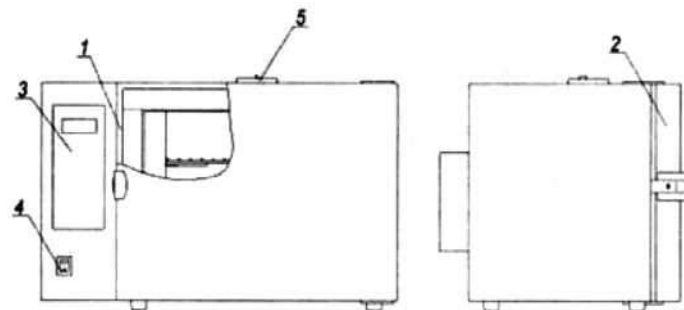
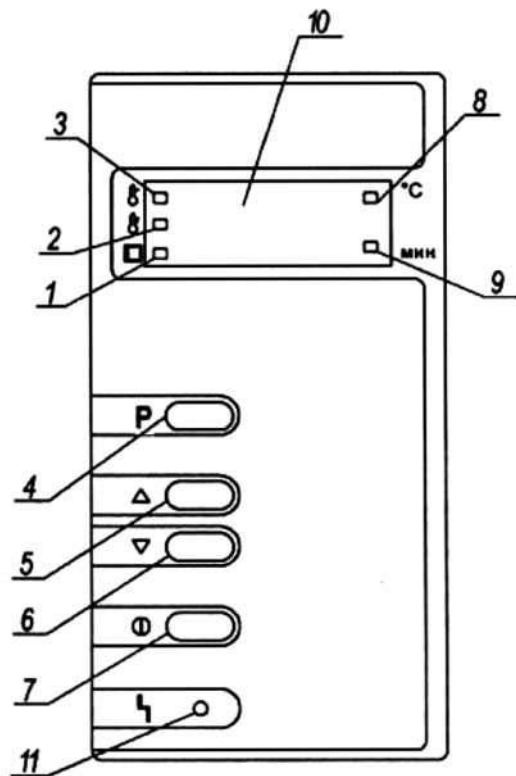

Рисунок 1 - Стерилизаторы ГП МО. Общий вид
Рисунок 2 - Расположение органов управления стерилизатором на блоке управления
1.4.1 Общий вид стерилизатора представлен на рис. 1 и 2.
Установить выключатель (поз.4, рис. 1) в положение "I". На блоке управления загорится индикатор (поз.8, рис. 2), информационное табло (поз.10, рис.2) показывает текущую температуру в стерилизационной камере.
Для выбора программы стерилизации нажать на кнопку "P" (поз.4, рис.2) и выбрать нужную программу путем нажатия на одну из кнопок "Δ", "∇" (поз.5, 6, рис.2).
Для запуска выбранной программы кратковременно (не более 2 сек) нажать на кнопку "⏻" (поз.7, рис. 2). Стерилизатор перейдет в фазу "ПОДГОТОВКА". Информационное табло индицирует изменение температуры в камере. Происходит нагрев до установленного значения температуры.
"СТЕРИЛИЗАЦИЯ". Включается светодиодный индикатор "СТЕРИЛИЗАЦИЯ" (поз.3, рис. 2), информационное табло попеременно индицирует время выдержки и текущую температуру в камере. Происходит выдержка при заданной температуре, по истечении которой стерилизатор переходит в фазу "ОХЛАЖДЕНИЕ",
В фазе "ОХЛАЖДЕНИЕ" индикатор продолжает показывать изменение температуры в камере и горит индикатор "ОХЛАЖДЕНИЕ" (поз.2, рис. 2). Температура в камере падает. При понижении температуры до 75°C гаснет индикатор "ОХЛАЖДЕНИЕ", загорается индикатор "ВЫГРУЗКА" (поз.1, рис. 2) и звучит прерывистый звуковой сигнал, который выключается через 1 минуту.
2.3.3 Установить выключатель (поз.4, рис. 1) в положение " I ". На блоке управления загорится индикатор (поз.8, рис. 2), информационное табло (поз.10, рис.2) показывает текущую температуру в стерилизационной камере.
В алгоритм управляющей программы стерилизатора заложена возможность автоматического запуска прерванной (в результате кратковременного пропадания питающего напряжения) программы. Если после включения произошел автоматический запуск программы, то для ее остановки необходимо нажать на кнопку (R (поз.7, рис.2) и удерживать в течение 3 секунд.
Программа запоминает в энергонезависимой памяти номер последней программы, запущенной на исполнение. Для ее повторного запуска можно сразу нажать на кнопку "R" (поз.7, рис. 2), не производя перебор программ,
2.3.2 Для запуска выбранной программы кратковременно (не более 2 сек) нажать на кнопку "R" (поз.7, рис. 2). При этом включится вентилятор принудительной циркуляции воздуха внутри стерилизационной камеры и стерилизатор перейдет в фазу "ПОДГОТОВКА", Информационное табло индицирует изменение температуры в камере. Происходит нагрев до установленного значения температуры.
При необходимости запущенную программу можно остановить, нажав на кнопку (R (поз. 7, рис.2) и удерживать в течение 3 секунд. Эту остановку можно выполнить в любой фазе стерилизации.
2.3.3 При достижении заданной температуры стерилизатор переходит в фазу "СТЕРИЛИЗАЦИЯ". Включается светодиодный индикатор "СТЕРИЛИЗАЦИЯ" (поз.3, рис. 2), информационное табло попеременно индицирует время выдержки и текущую температуру в камере. Происходит выдержка при заданной температуре, по истечении которой стерилизатор переходит в фазу "ОХЛАЖДЕНИЕ"
2.3.5 При понижении температуры до 75°C гаснет индикатор "ОХЛАЖДЕНИЕ", загорается индикатор "ВЫГРУЗКА" (поз.1. рис. 2) и звучит прерывистый звуковой сигнал, который выключается через 1 минуту.